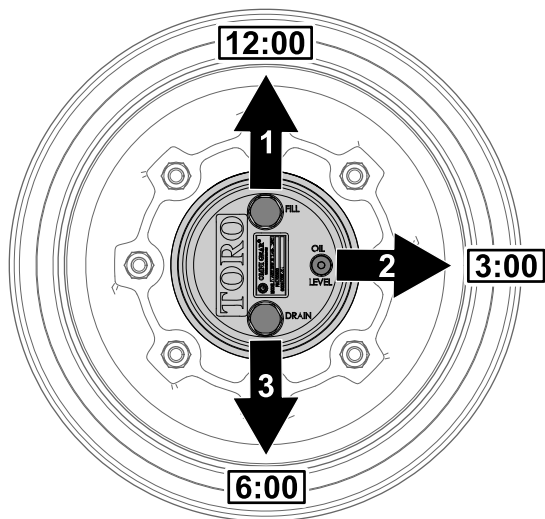

Figura 58
1. Parcheggiate la macchina su una superficie pianeggiante, posizionate la ruota in modo che il tappo di riempimento si trovi nella posizione a ore 12, il tappo di controllo nella posizione a ore 3 e il tappo di spurgo nella posizione a ore 6 (Figura 58).
2. Rimuovete il tappo di controllo nella posizione a ore 3 (Figura 58).
1. Parcheggiate la macchina su una superficie pianeggiante, posizionate la ruota in modo che il tappo di riempimento si trovi nella posizione a ore 12, il tappo di controllo nella posizione a ore 3 e il tappo di spurgo nella posizione a ore 6; fate riferimento alla Figura 58 in Controllo del lubrificante della trasmissione degli ingranaggi a ruotismo planetario \(pagina 53\).